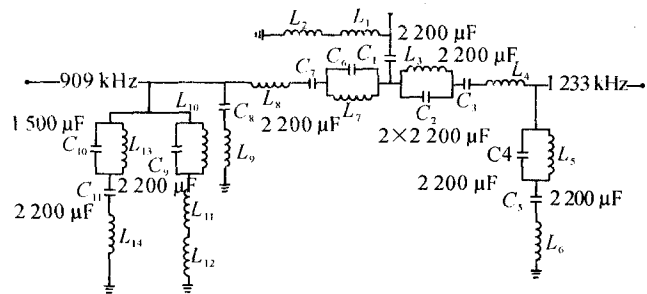

图1 双频共塔天调网络示意图
首先确认阻塞网络(如图1)由 C_2 和 L_3 、 C_6 和 L_7 组成,匹配网络由 C_8 和 L_9 组成,吸收网络由 C_4 、 C_5 、 C_9 、 C_{10} 、 C_{11} 、 L_5 、 L_6 、 L_{10} 、 L_{11} 、 L_{12} 、 L_{13} 和 L_{14} 组成,阻塞网络和匹配网络确认后再用网络分析仪来确认某一个吸收网络所吸收的频率。
①调整双频共塔两端均有接地可调元件的匹配网络。将网络分析仪的频率调整到被测发射机的频率上,将发射机输出馈线与天调网络输入端断开,再将网络分析仪夹子线夹于天调网络输入端与地之间,调整匹配网络(匹配网络有 Γ 型、倒 Γ 型、 π 型和T型)并接地端电感线圈,使其虚部为零或接近零,之后再对串联臂上的电感线圈进行调整,使天调网络阻抗等于或接近发射机输出阻抗,经反复调整可得到理想的阻抗。
②调整双频共塔一端有对地可调元件,一端无对地可调元件的匹配网络时(如图1),以本台909 kHz与1233 kHz双频共塔网络为例,1233 kHz一边有匹配元件 C_3 和 L_4 ,没有对地调谐元件,因此必须先调整1233 kHz一边(在阻塞网络和吸收网络都校准的情况下进行调配)。第一步,调整网络分析仪使用频率为1233 kHz;第二步,将发射机输出馈线与天调网络断开,将调试好的网络分析仪连接到1233 kHz网络输入端;第三步,调整 L_1 或 L_2 ,使得1233 kHz网络输入端阻抗为 $75\pm j_x$;第四步,调整 L_4 抵消虚部,网络分析仪读数为 $R=75\ \Omega$ 、 $j_x=\pm 0\ \Omega$ 。
③909 kHz一边的调试步骤:首先将网络分析仪的频率预制到909 kHz,并接入到909 kHz网络输入端(将馈线与网络输入端断开),调整 L_9 ,使909 kHz网络输入端阻抗为 $R\pm j_0$ (即虚部调整为零),再对 L_8 进行调整,使 R 接近 $75\ \Omega$,并有一个较小的虚部,再调整 L_9 ,使阻抗为 $R=75\ \Omega$ 、 $j_x=\pm 0\ \Omega$ 。
④天调网络调试完毕,开启发射机,首先要降低发射机输出功率,仔细调整发射机上的微调系统,使发射机与天调系统完全匹配,再逐步增加发射机的输出功率使其达到正常值。